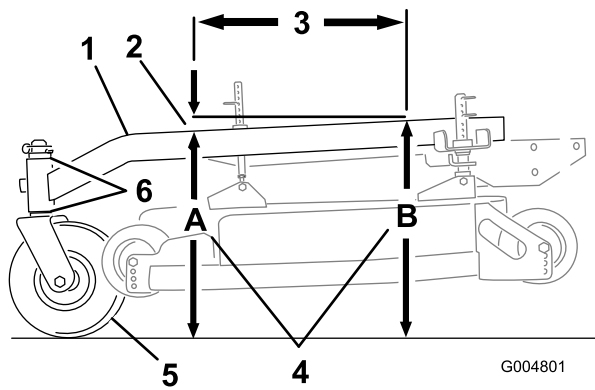

Figura 54
El bastidor de tiro debe tener una inclinación longitudinal de entre 3 mm y 9 mm en una longitud de 61 cm (Figura 54).
1. Mida 61 cm en el bastidor de tiro (Figura 54).
- Mida la altura del bastidor de tiro en la posición **A** (Figura 54).
- Mida la altura del bastidor de tiro en la posición **B** (Figura 54).
- La altura en la posición **A** debe ser de 6-10 mm menor que la de la posición **B** (Figura 54).
- Si la inclinación del bastidor de tiro no es la correcta, mueva los espaciadores de las ruedas giratorias para obtener una inclinación de 6-10 mm (Figura 54). Mueva espaciadores desde arriba o desde abajo para obtener la inclinación correcta.